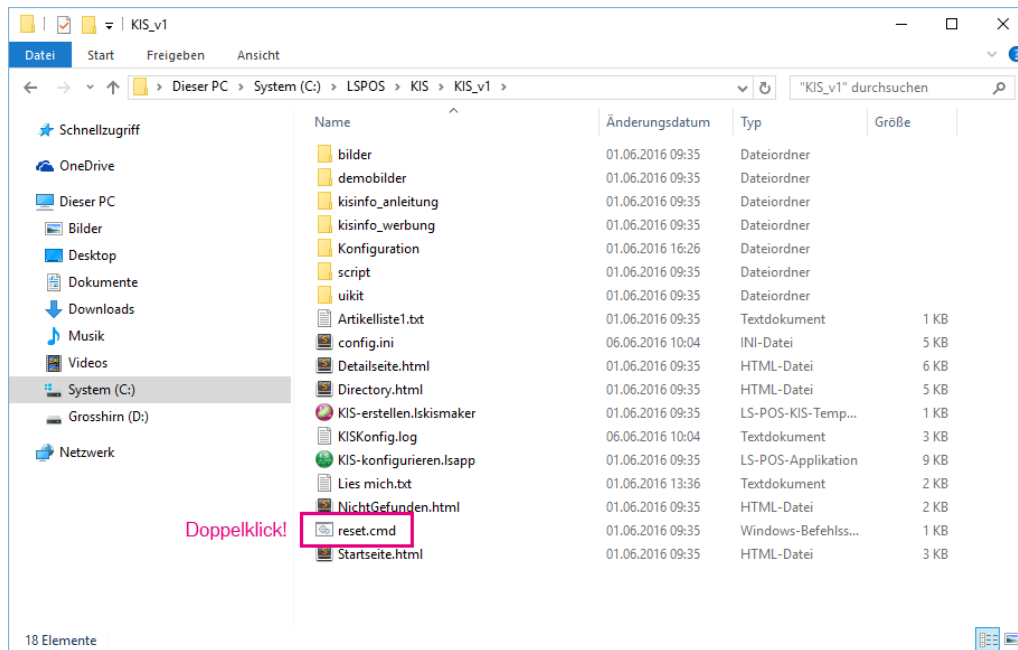
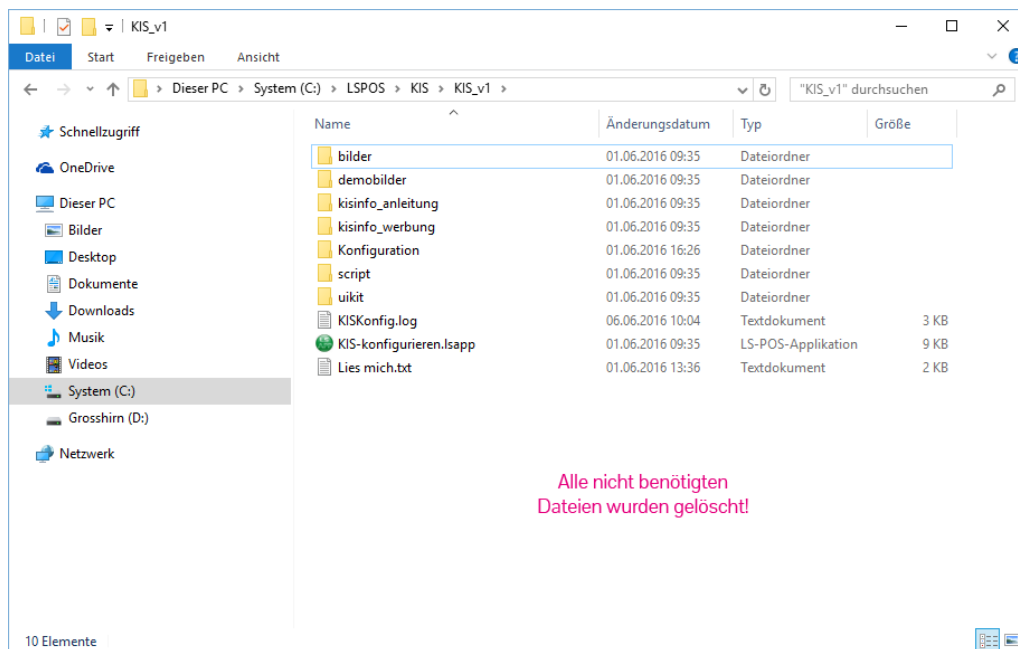

Abbildung 9.7: reset.cmd ausführen
Abbildung 9.8: Bereinigen der nicht benötigten Dateien
2. Führen Sie die Datei `reset.cmd` aus. Es werden alle bisherigen Template-Dateien gelöscht; das Verzeichnis wird für eine Neukonfiguration 'gesäubert' (Abbildung 9.7, Abbildung 9.8).